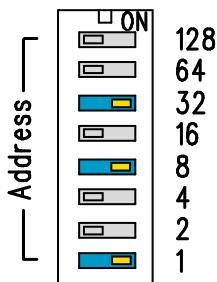

Рис. 72 Пример DIP-переключателя для настройки MAC-адреса
- 4 DIP-переключатели для настройки MAC-адреса устройства: см. Рис. 72 (страница 110)